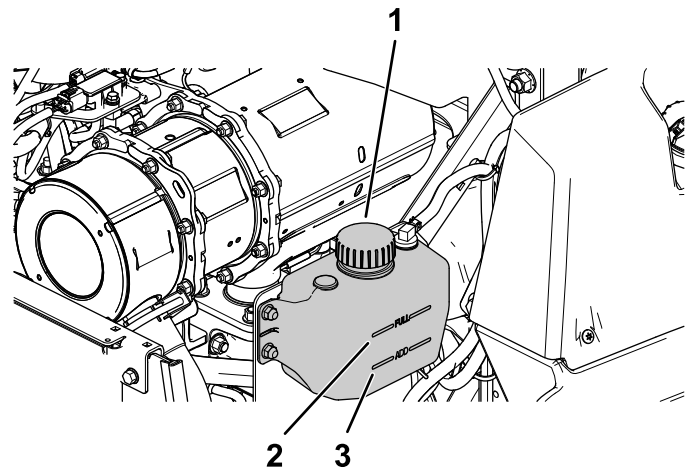

Figura 56
4. Compruebe el nivel de refrigerante en el depósito de expansión (Figura 56).
5. Si el nivel de refrigerante es bajo, retire el tapón del depósito de expansión y añada el refrigerante especificado (Figura 56).